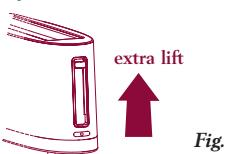

Fig. 7
- 5 Retirar el pan. Para extraer el pan con mayor facilidad levantar nuevamente la palanca y mantenerla en esta posición hasta haber retirado las rebanadas de pan (función EXTRA LIFT) (fig. 7).